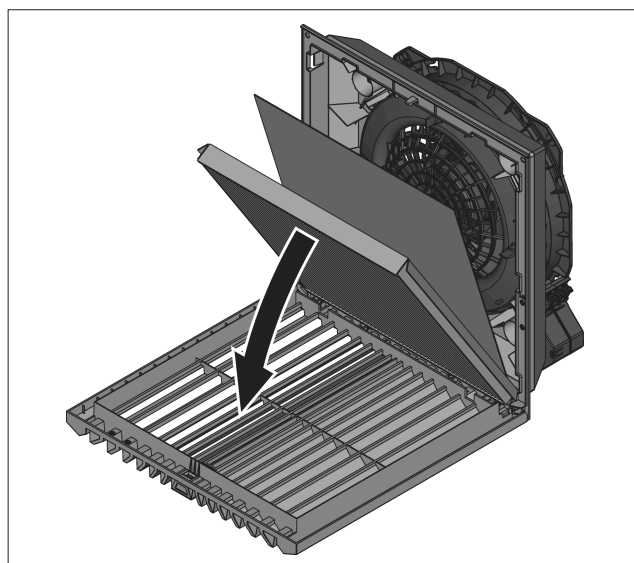

Fig. 16: Installazione del filtro a pieghe IP55
- Solo per IP55: posizionare il filtro assorbente fornito con i filtri a pieghe per IP55 quando il filtro a pieghe è già inserito (vedi fig. 16). La direzione di installazione del lato assorbente non è importante in questo caso.